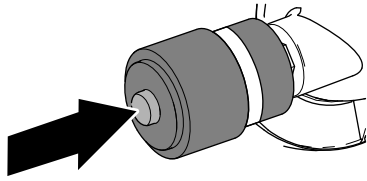

Figura 116
1. Dacă indicatorul de service afiează o bandă roie, apăsați butonul de resetare de la capătul indicatorului (Figura 116).